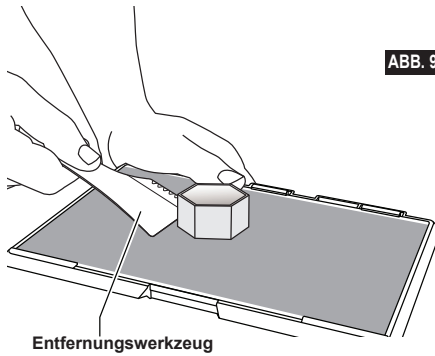

ABB. 9
3. Biegen Sie die Druckplattform so, dass darauf befindliche Objekt von Ihnen und anderen weggerichtet ist. Drücken Sie mit Ihren Daumen gegen die Rückseite, während Sie mit den anderen Fingern die Griffe halten, Abbildung 9. Das Teil löst sich und fällt entweder herunter oder lässt sich leicht mit der Hand abziehen.
In solchen Fällen muss das Teil vorsichtig mit dem Spatel zum Entfernen von Objekten von der Druckplattform gelöst werden, Abbildung 9.